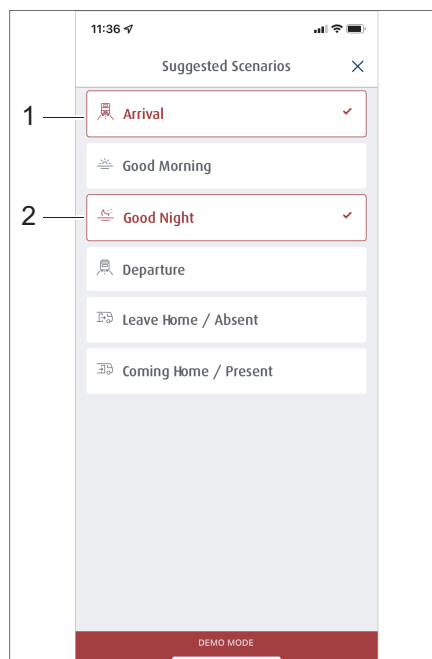
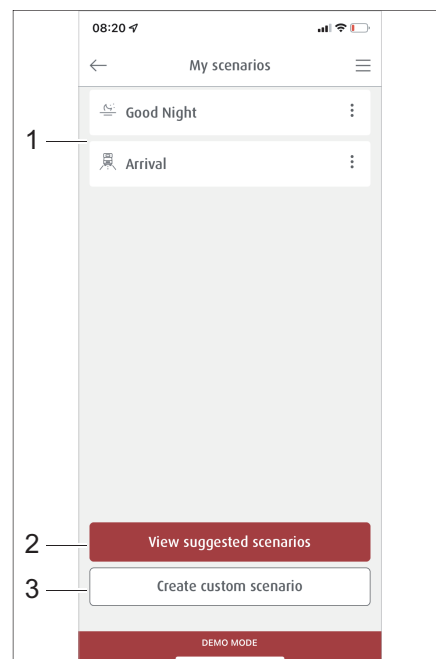

Fig. 302 Sélection de scénarios préétablis
Fig. 303 Gestion des scénarios
La rubrique *Scénarios* contient une liste de tous les scénarios enregistrés (Fig. 303,1). Des scénarios préétablis (Fig. 303,2) peuvent être consultés ou bien de nouveaux scénarios peuvent être créés (Fig. 303,3).
- Dans le menu *Scénarios*, appuyer sur la touche *Consulter les scénarios préétablis* (Fig. 303,2). Une liste des scénarios préétablis s'affiche.
- Appuyer sur la touche des scénarios souhaités, par ex. *Arrivée* (Fig. 302,1) et *Bonne nuit* (Fig. 302,2). Les touches des scénarios sélectionnés sont toujours entourés d'une bordure rouge et sont repris dans la liste du menu *Mes scénarios* (Fig. 303,1).